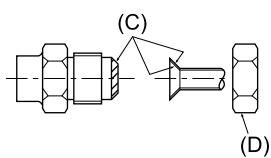

Fig. 4-1
### 4.2. Tubos de conexión (Fig. 4-1)
(A) (Fig. 4-1)
(B) (Fig. 4-1)